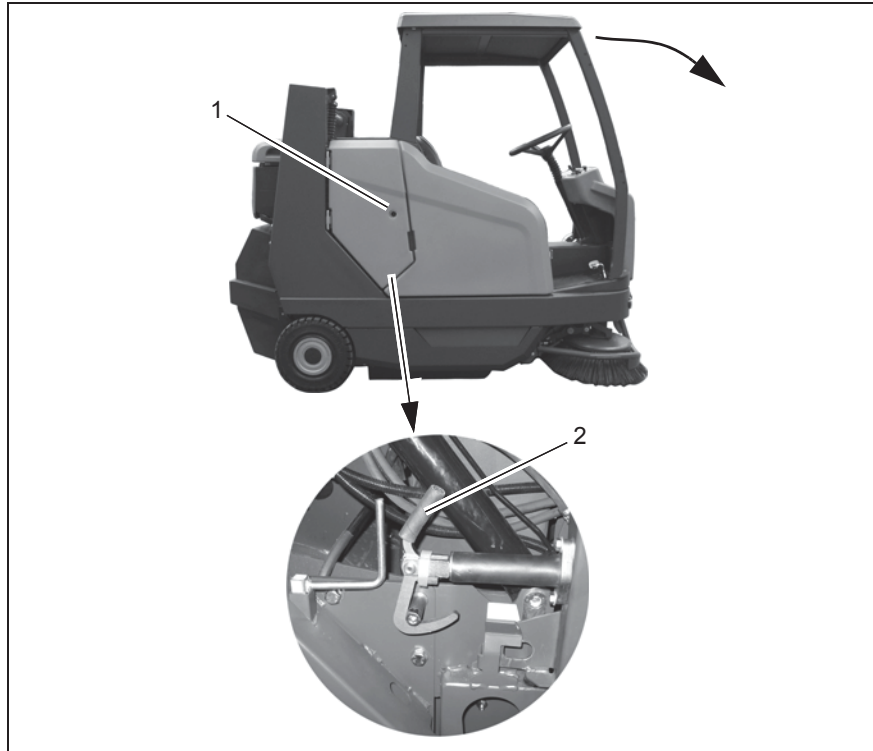

Abb.6
1. Die Seitentür (Abb. 6/1) mit einem Vierkantschlüssel öffnen und das Fahrerschutzdach mit dem Fanghaken (Abb. 6/2) entriegeln.